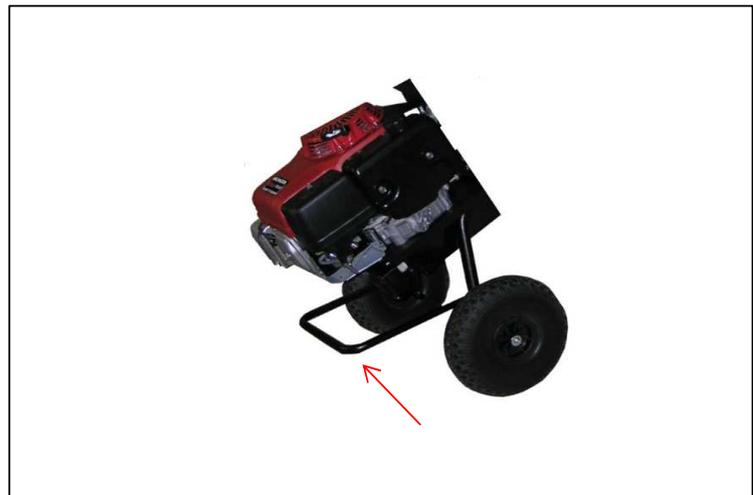

Bild 3: Fußstütze
1. Die Räder mit dem Fuß auf der Fußstütze und vorsichtig kippen (Bild 3).